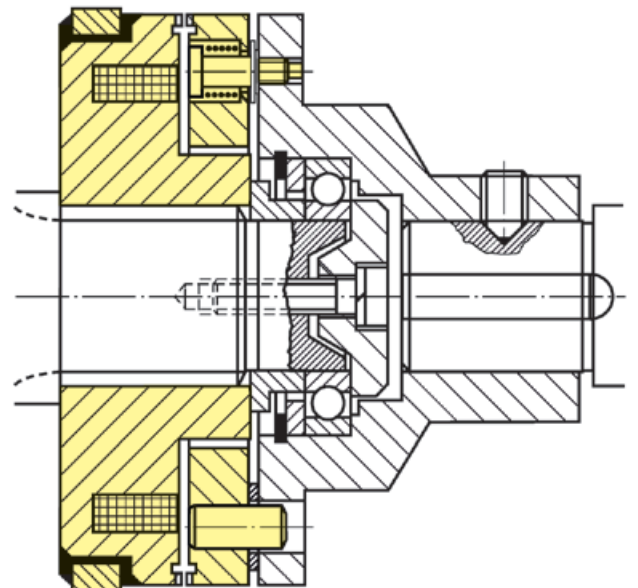
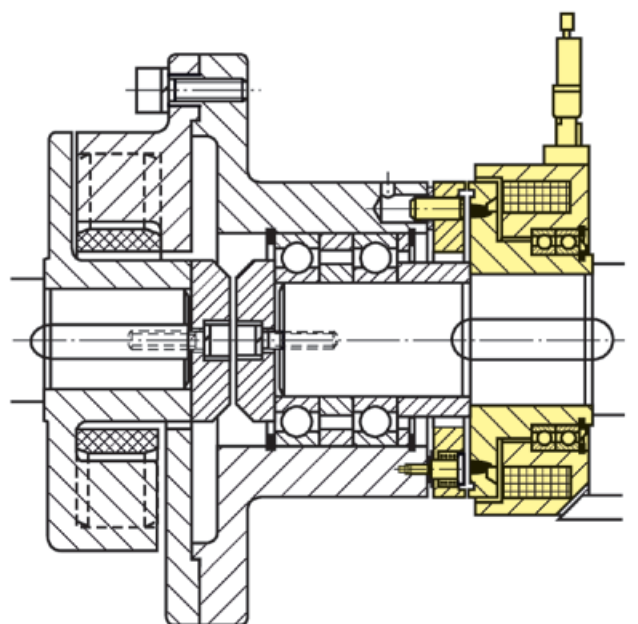

Bild 11
Bild 12
Das Einstellen des Luftspalts erfolgt am einfachsten durch Passscheiben oder -ringe. Diese werden mit einem Aufmaß zum Nachschleifen gefertigt. Bei einer Probemontage wird der Luftspalt gemessen und dann das Passteil um die Differenz zu  $r$  dünner geschliffen. Werden Schrauben oder Muttern zur axialen Befestigung verwendet, so sind diese gegen Verdrehung zu sichern (Bild 11).
- Sollen zwei Wellenenden durch eine Kupplung miteinander verbunden werden, so sollte man entweder das eine Wellenende auf dem anderen lagern (Bild 11) oder bei kleinen Fluchtfehlern eine elastische Kupplung vorsehen (Bild 12). Hierbei muss man auf das Einhalten des Abstandes der beiden Wellen zueinander achten, oder einen geeigneten Längenausgleich vorsehen.